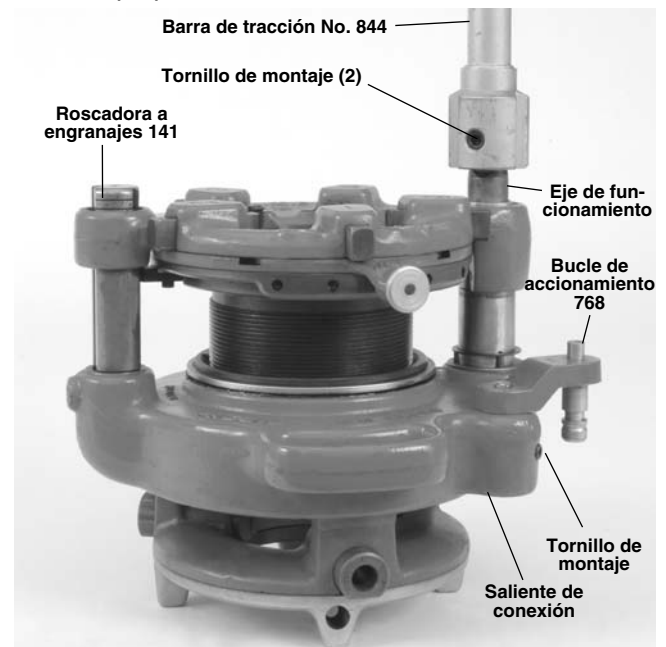

Figura 15 – Barra de tracción 844 y bucle de accionamiento 768, instalados
8. Estando el eje de funcionamiento de la roscadora a engranajes levantado, conecte la barra de tracción 844 y ajuste bien los dos tornillos de montaje para trabar el acoplamiento (*vea la Figura 15*). Si está usando la máquina 535A, no conecte la barra de tracción en este momento.
1. Afloje el tornillo de montaje en el saliente de conexión de la roscadora a engranajes. Instale el bucle 768 en el saliente y apriete el tornillo de montaje para trabar la conexión (*Figura 15*). No apriete excesivamente – el bucle debe rotar libremente.